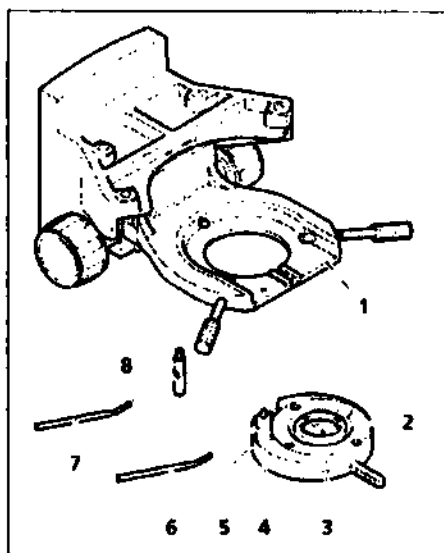

Рисунок 3-27. Установка обзорного зажимного приспособления
- Удерживайте обзорное зажимное приспособление или держатель фильтра (рисунок 3-27/2) параллельно нижней части несущего элемента конденсора (рисунок 3-27/1) и ввинтите крепежный штифт (рисунок 3-27/4) обзорного приспособления с угловой регулировочной ручкой (рисунок 3-27/6) в переднее левое резьбовое отверстие под несущим элементом конденсора.
- Ввинтите штопорный штифт (рисунок 3-27/8) с регулировочной ручкой (рисунок 3-27/7) в заднее резьбовое отверстие несущего элемента конденсора.
- Используйте торцевой гаечный ключ SW 1.5 для установки двух регулировочных винтов (рисунок 3-27/3 и 5) до тех пор, пока поле зрения не будет оптимально освещено.